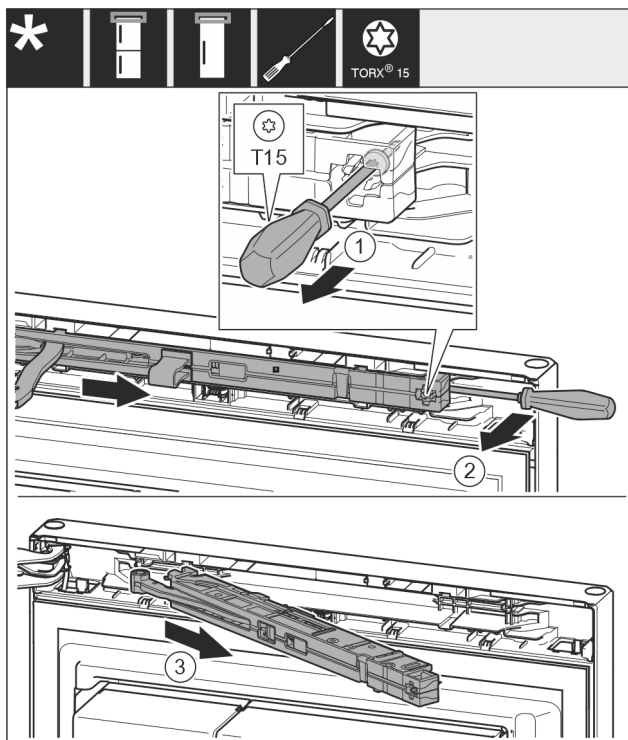

Fig. 12
- Lironi vidën Fig. 12 (1) në njësinë e amortizatorit të mbylljes me kaçavidë 14 mm.
- Ngrini lart nga përpara njësinë e amortizatorit të mbylljes Fig. 12 (2) në anën e dorezës me një kaçavidë.
- Nxirrni jashtë njësinë e amortizatorit të mbylljes Fig. 12 (3).